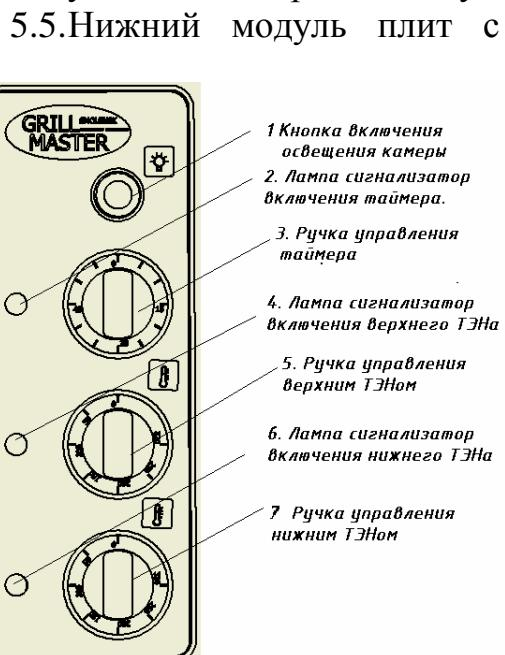

Рисунок 3
8.6. Перед приготовлением пищи духовку необходимо прогреть. Для этого ручку терморегулятора установить на 150-180°C. Включение верхних и нижних нагревателей духовой камеры производится с помощью ручек переключателей (см.рис.3,4) расположенныхми на панели управления духовкой. По достижении установленной температуры духовка автоматически отключает нагреватели, о чем свидетельствует первое отключение сигнальной лампы. Для продолжения приготовления необходимо уточнить рекомендуемую температуру и при последующем приготовлении установить духовку на более высокую или низкую температуру, если качество первой было неудовлетворительным.
8.7. При выпечке для удобства можно использовать таймер. Для включения таймера необходимо установить ручку таймера поз.3 рис3 или поз. 4 рис.4 по часовой стрелке до нужного времени выпечки, а также установить ручку сигнализатора включения таймера поз.2 рис.3 или поз.3 рис.4, по истечении установленного времени таймера лампа сигнализатора погаснет, ТЭНЫ при этом останутся включенными.